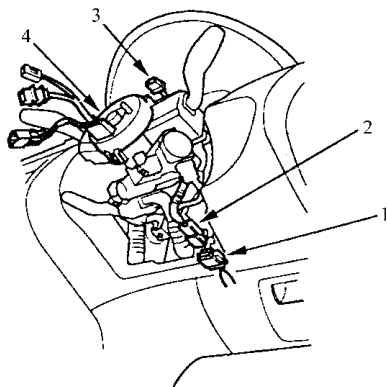

图 11-42 从转向线盘 4P 插接器上断开仪表板线束 4P 插接器
7) 如图 11-42 所示, 从转向线盘 4P 插接器上, 断开仪表板线束 4P 插接器, 然后, 从转向线盘上, 断开仪表板线束 5P 插接器。